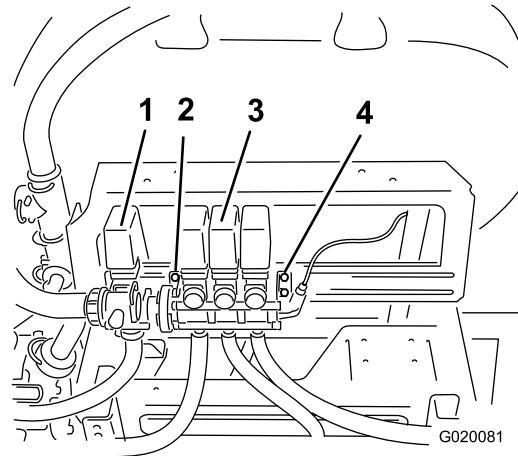

図 4
1. ブーム・バルブ・アセンブリを右側取り付けブラケットに固定しているボルトをゆるめる外さないこと図4。
- ブーム・バイパス・バルブのボディについている穴に、ねじ山付きのロッドを通し、取り付けレールに近い方のロッド2本については、左側取り付けブラケットに通す図4と図6。